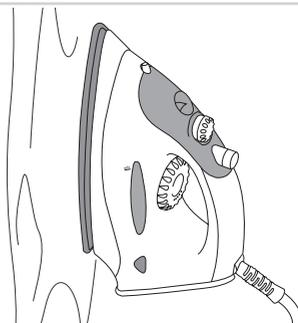

Figure 5
4. Tenez le fer à repasser devant l'étoffe à repasser, dressé sur l'arrière, la semelle à la verticale (voir la figure 5).